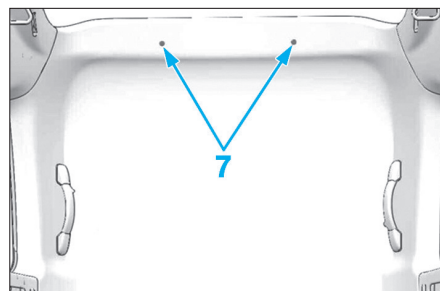

Fig. 96
- Déposer les agrafes de fixation (7) (Fig.96).